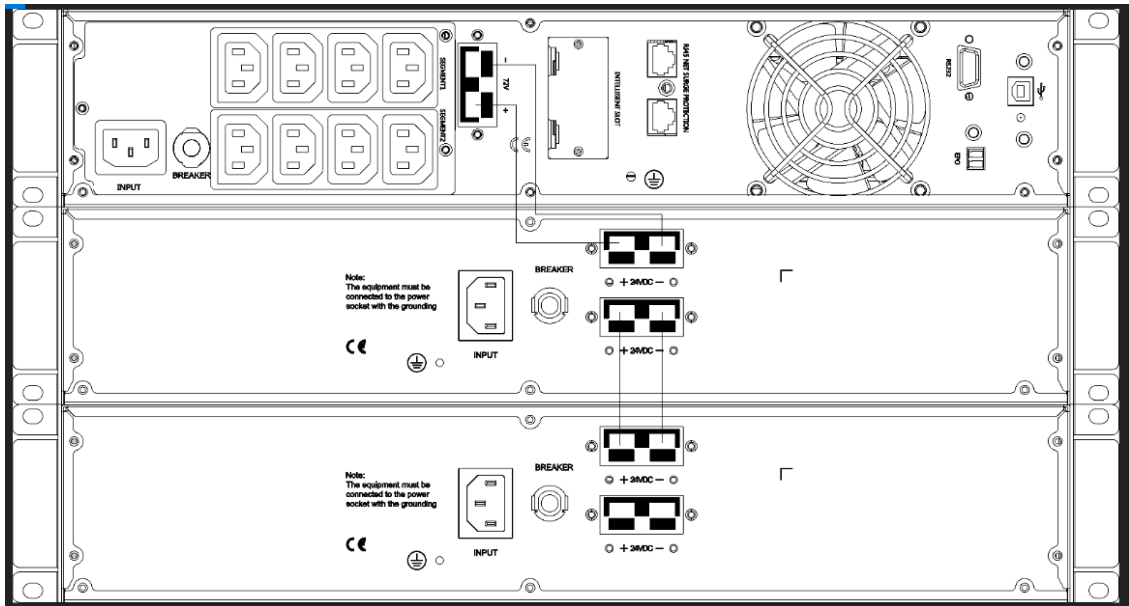

Abbildung 14: Montage der USV mit Batteriekasten
- **Abbildung 14 zeigt die Montage der USV mit EBPs**
- a) Bauen Sie die Basis zusammen und platzieren Sie die USV als Tower wie in Abbildung 14 gezeigt darauf.